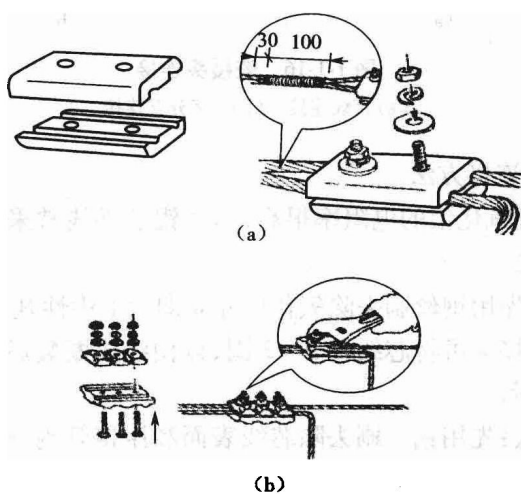

图 1-1-19 铝芯导线的沟线夹压接法
③沟线夹压接法:当导线截面较大时,可采用此方法,如图 1-1-19 所示。